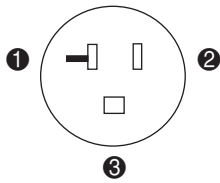

Abbildung 1. Erforderliche Wandsteckdose für Nordamerika
- Eine geeignete Netzsteckdose (Abbildung 1) und ein 20-A-Schutzschalter müssen ausschließlich für die Stromversorgung der Tape Library vorhanden sein. Verwenden Sie ein harmonisiertes Netzkabel (3 x 1,5 mm²) mit Zulassung für das jeweilige Einsatzland, und installieren Sie eine geeignete Wandsteckdose. Wichtige Sicherheitshinweise zu HP Produkten und Netzkabel finden Sie in der Broschüre *Important Safety Information* (Wichtige Sicherheitshinweise).